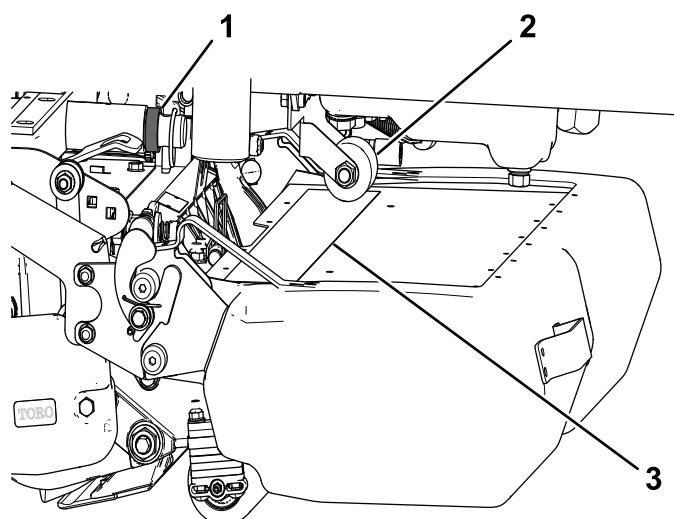

Рисунок 16
Когда режущий блок поднят, бампер валика всегда должен касаться накладки для компенсации износа, расположенной на верхнем щитке корзины для травы (Рисунок 16).
1. При установке заднего центрального режущего блока убедитесь в том, что проставка на пальце подъемного рычага установлена позади несущей рамы режущего блока, как показано на Рисунок 16.